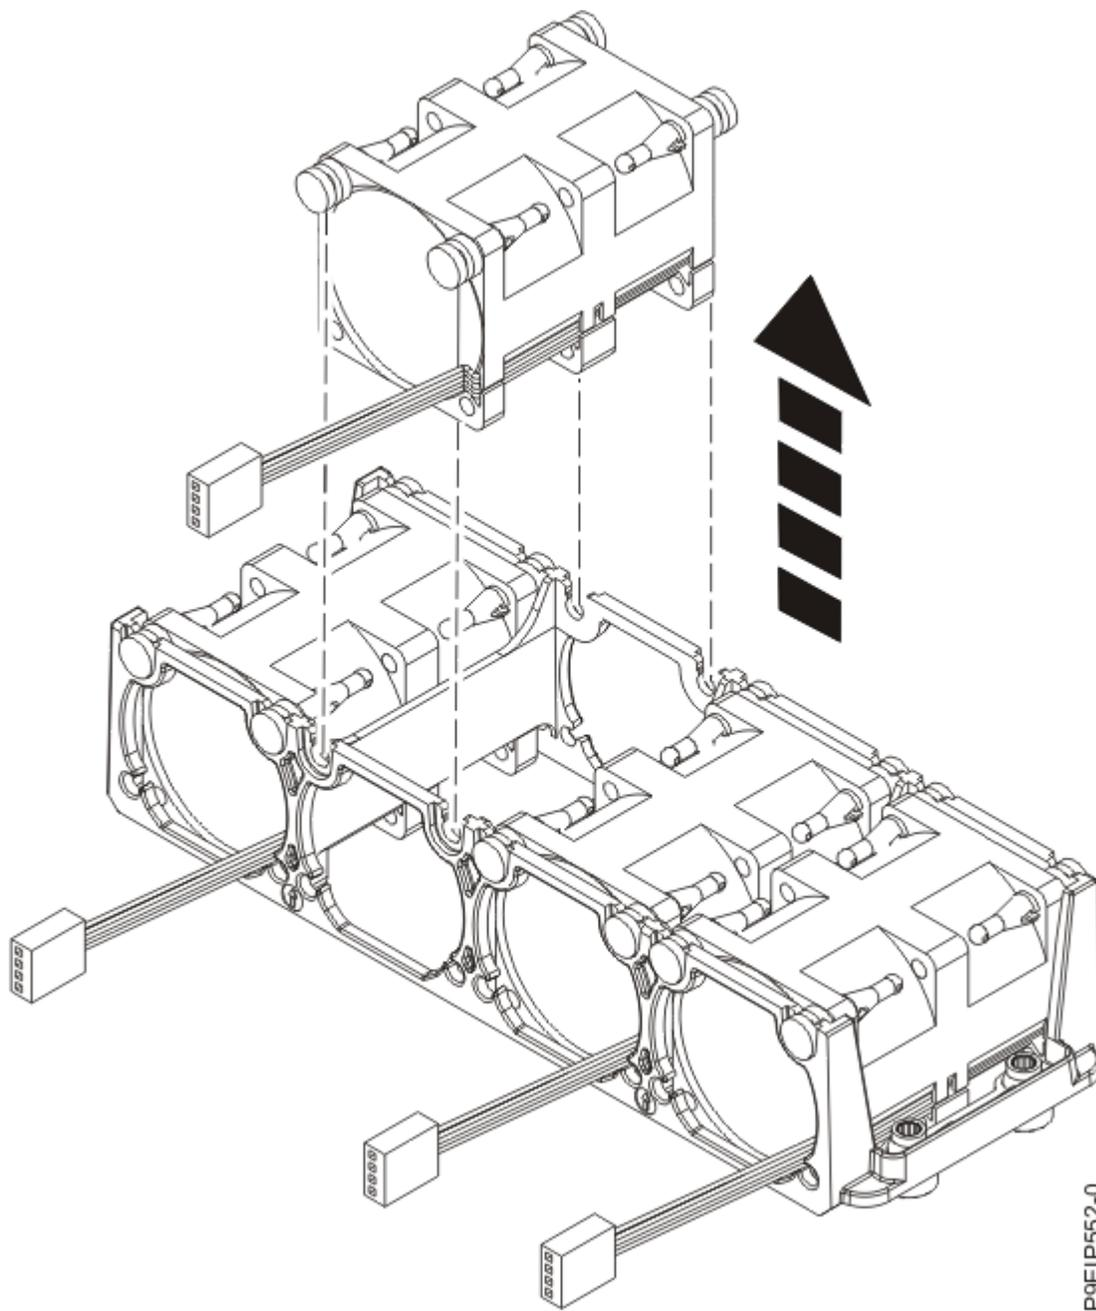

図 13: ファンの取り外し
4. ホルダーからファンを押し上げます (17 ページの図 13 を参照)。